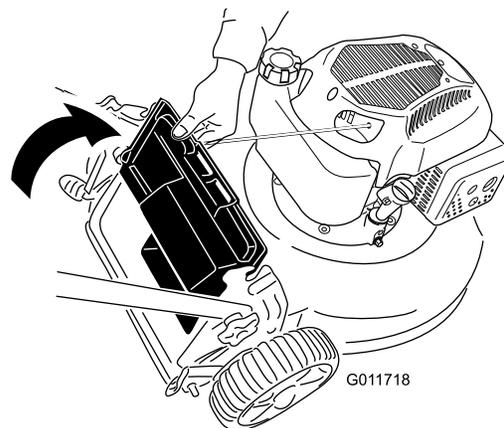

Figura 20
2. Levante o deflector traseiro e segure-o (Figura 20).